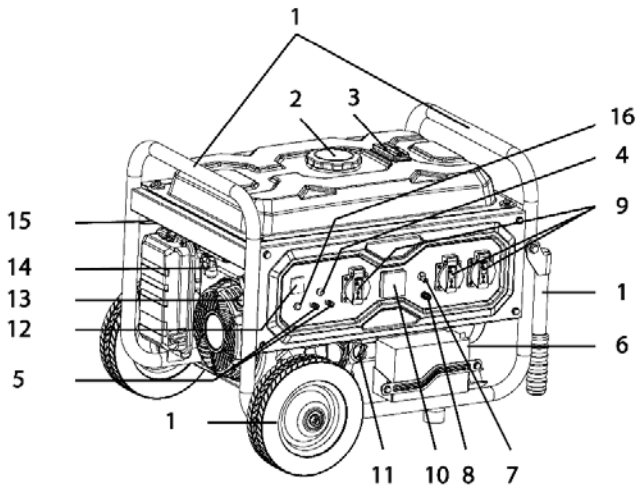

Рис.2
- Викрутіть щуп рівня оливи (7) (Рис. 1) або (11) (Рис. 2) з горловини та залийте оливу, періодично перевіряючи рівень оливи;